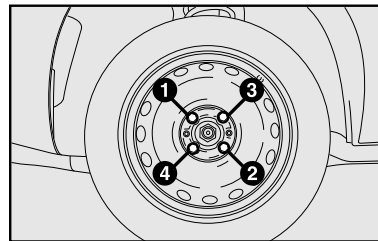

fig. 11
- Apertar bem os parafusos, passando alternadamente de um parafuso ao outro diagonalmente oposto, de acordo com a ordem ilustrada na **fig. 11**.